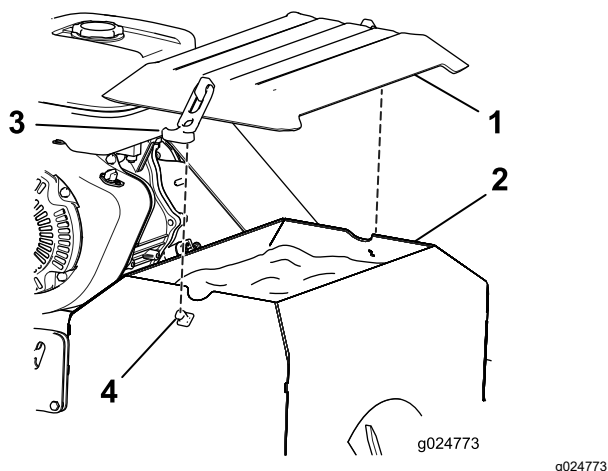

Рисунок 11
- Чтобы установить крышку бункера посевного материала (Рисунок 11), поместите ее поверх бункера и прикрепите резиновые фиксаторы к выступам с обеих сторон.